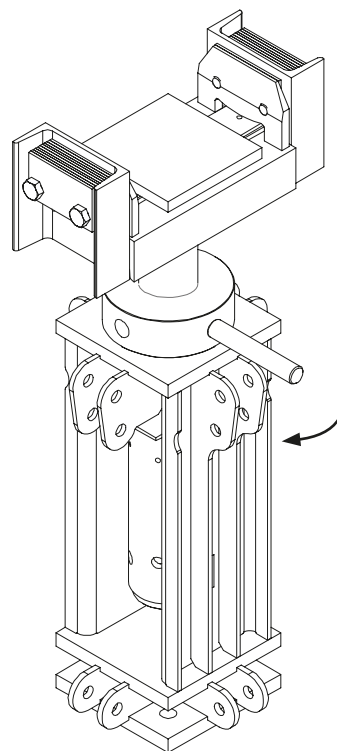

Fig. D1.02
2. Ruotare l'albero di montaggio VST (29) in senso orario per svitare la testa del mandrino. (Fig. D1.02)